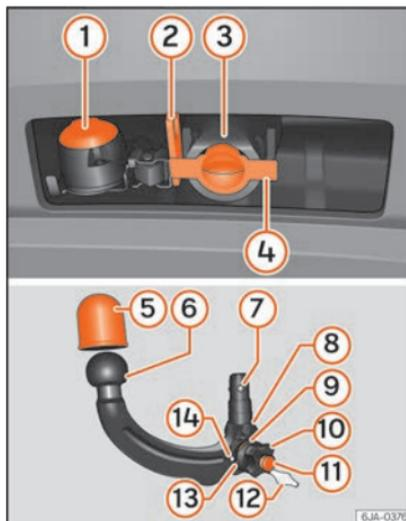

Abb. 233 Halterung der Anhängervorrichtung/ Kugelkopfstange
Legende zu »» **Abb. 233**
- Ziehen Sie den Verschlussstopfen der Öffnung der Klemmbuchse (4) » Abb. 233 nach unten ab.
- Setzen Sie den Verschlussstopfen der Öffnung der Klemmbuchse **(4)** auf » » **Abb. 233**.